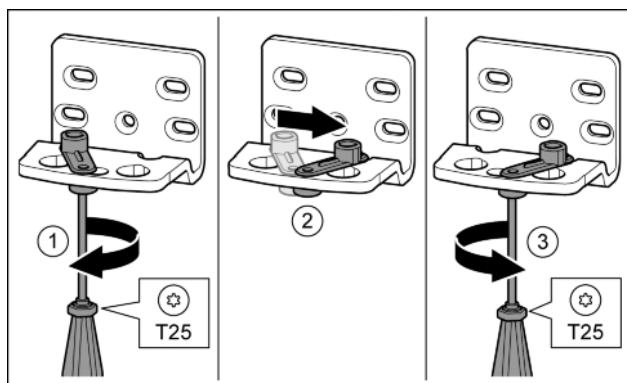

Fig. 12
- Lekko odkręcić śrubę przy pomocy śrubokręta T25. Fig. 12 (1)
- Unieść element ułatwiający zamykanie drzwi, a następnie obrócić w otworze w prawo o 90°. Fig. 12 (2)
- Śrubę przykręcić przy pomocy śrubokręta T25. Fig. 12 (3)